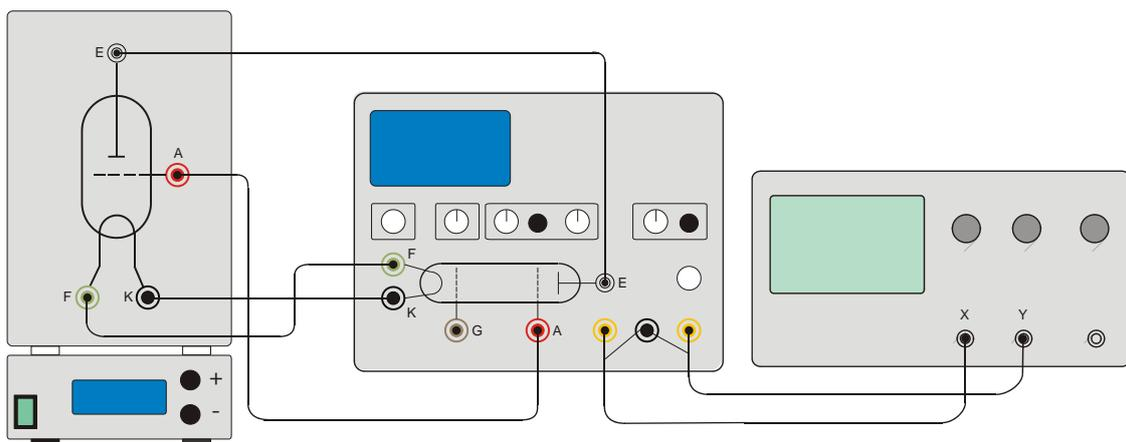

Fig. 2 Montage expérimental du tube de Franck et Hertz au Hg
- Reliez entre elles les entrées et sorties "A", "F" et "K" (voir fig. 2).
- Branchez un voltmètre numérique à la sortie du signal (U_X) et de la prise de terre commune (voir fig. 2).